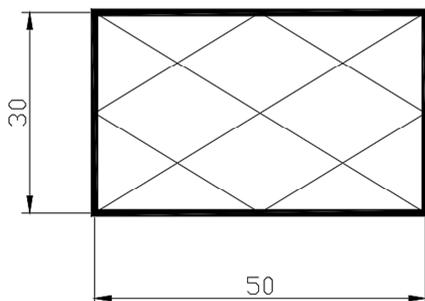

Рис. 2.3
2. Командами «Полилиния» (толщиной 1 мм) и «Отрезок» построить указанную на рис. 2.3 фигуру, используя объектную привязку. Координаты нижнего левого угла – 30, 90.